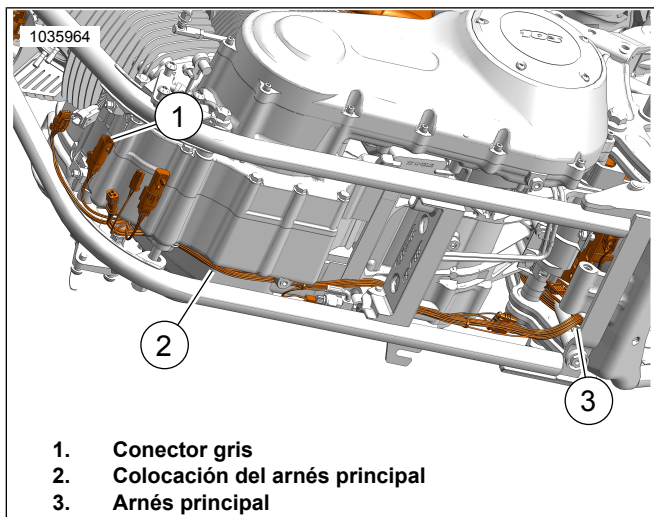

Figura 35. Colocación del arnés
14. Vea Figura 35. Coloque el conector gris del arnés hacia afuera del compartimiento de la batería:
- a. Ubique el arnés principal (3).
- b. Coloque el arnés con el conector gris a lo largo del arnés principal (2) hacia el conector delantero del arnés principal.
- c. Haga coincidir los colores de los conectores (1): gris con gris.